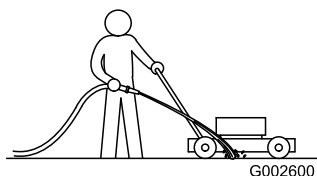

Figura 44
- Con el motor en marcha sobre una superficie plana pavimentada, dirija un chorro de agua hacia delante de la rueda trasera derecha (Figura 44).